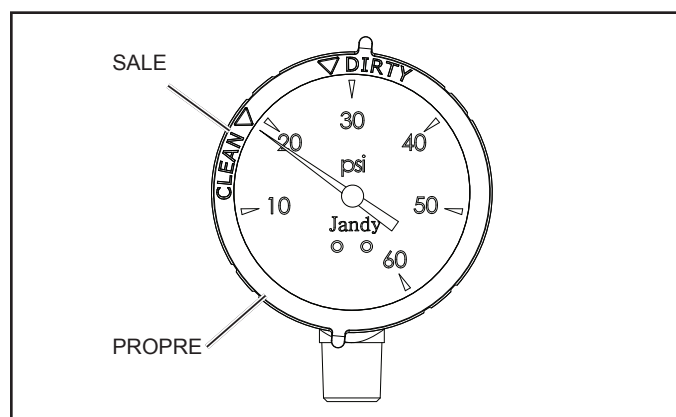

Figure 5. Manomètre avec anneau élastique propre/sale
9. Lorsque le manomètre se sera stabilisé, tourner la couronne de manière à ce que la flèche à côté du mot « CLEAN » (propre) s'aligne avec l'aiguille du manomètre. Voir la Figure 5. Au fur et à mesure que le filtre nettoie l'eau et que les cartouches commencent à se boucher, la pression commence à augmenter. Lorsque l'aiguille du manomètre s'aligne avec la flèche à côté du mot « DIRTY » (sale) sur la couronne, il est temps de nettoyer le filtre, voir la Section 6.3. Cela indique une augmentation de la pression entre 10 et 12 lb/ps2 au-dessus de la pression de démarrage initiale.